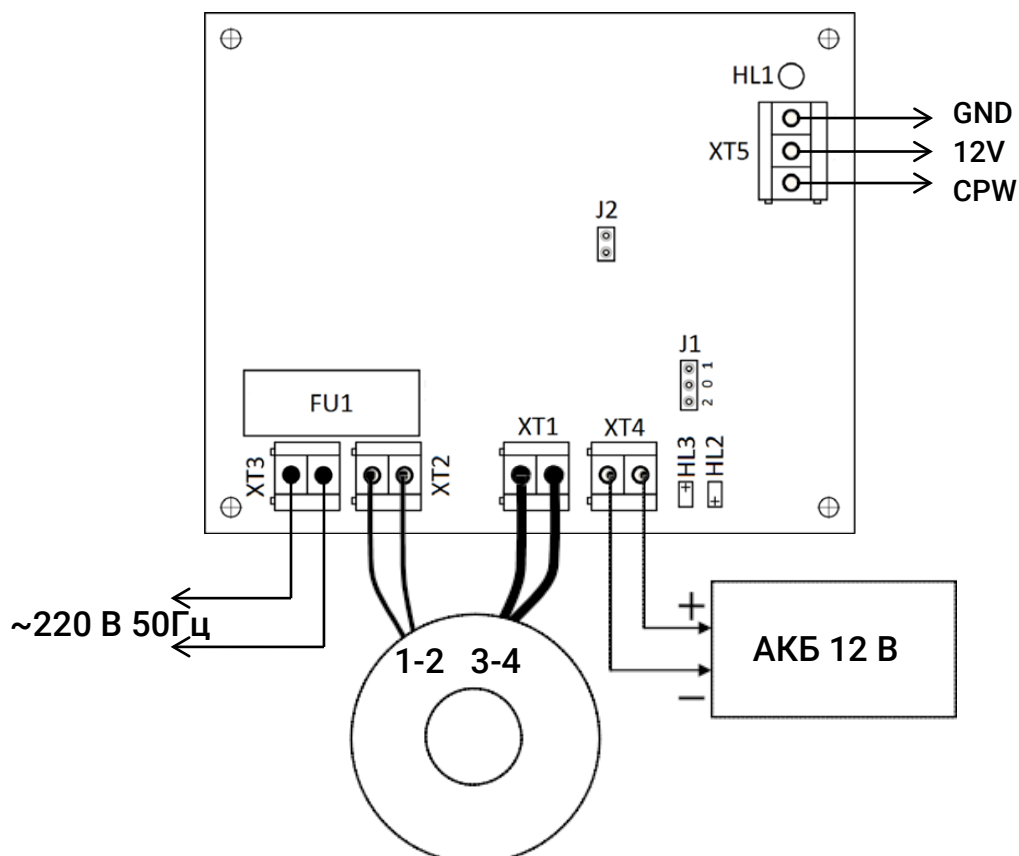
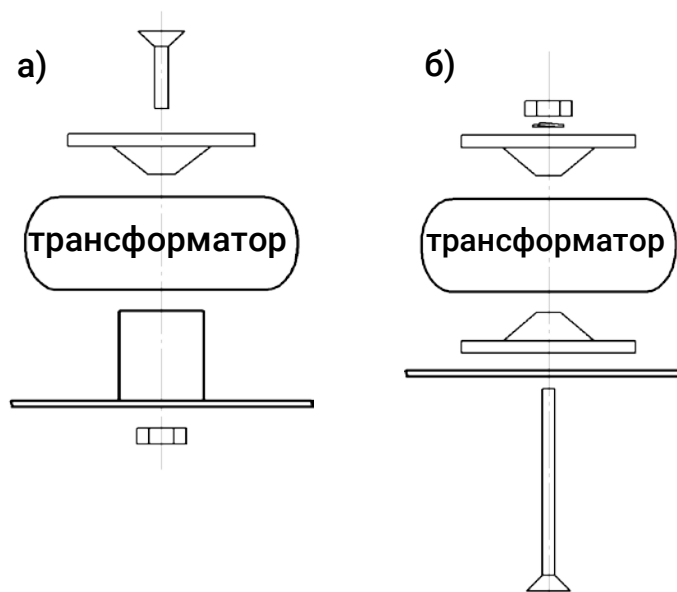

Рис. 1. Схема подключения
Рис. 2. Варианты крепежа трансформатора
1. Подключите трансформатор к разъёмам ХТ1 и ХТ2, как показано на рис.1. При использовании корпуса «Контакт» (рис.2а) установите трансформатор на специальный шпindel и зафиксируйте его специальной пластиковой шайбой используя винт М4х20 и гайку М4 (идут в комплекте). Плату блока питания установите в посадочное место над трансформатором. Если используется металлический корпус (рис.2б), зафиксируйте трансформатор пластиковыми шайбами с двух сторон через отверстие в корпусе с помощью винта М4х60, шайбы Гровера D4 и гайки М4 (идут в комплекте).